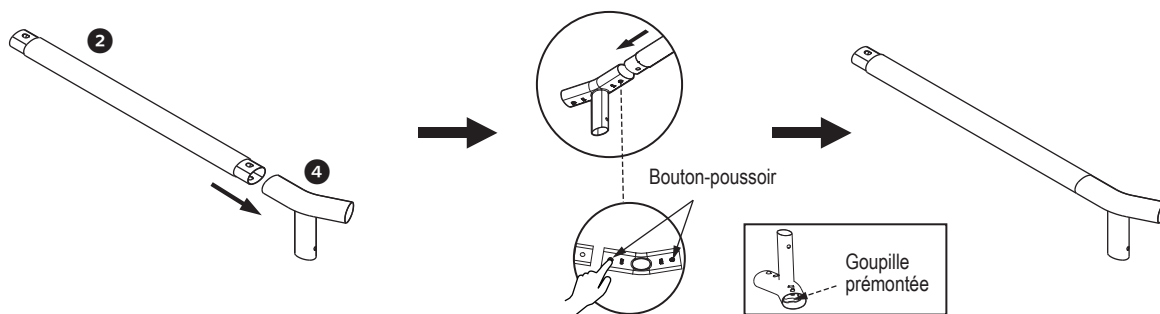

Figure 1
7. Assemblez chaque longeron horizontal ② avec un raccord en T ④ pour obtenir un sous-ensemble (voir la Fig. 1).